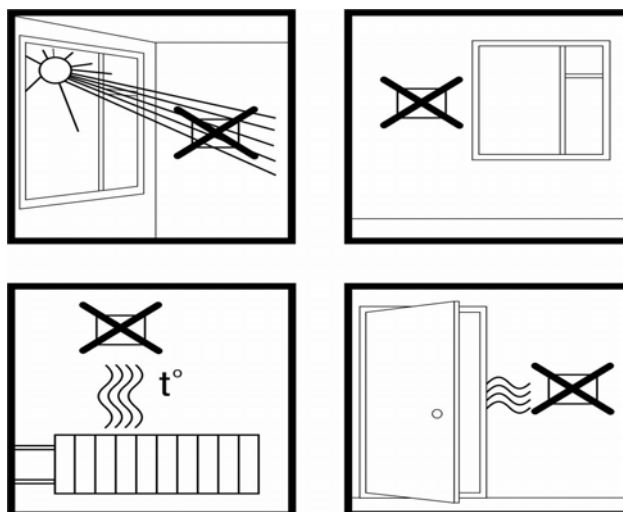

Рис.2. **Нерекомендуемое** размещение электронного комнатного программируемого индикатора температуры.
**Внимание!** Избегайте установки в зонах, где есть: застой воздуха, около дверей, источников тепла и холода, наружных стенах и т.д. (см. Рис.2).